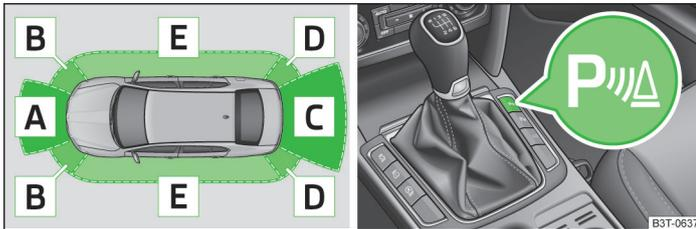

Abb. 136 Einparkhilfe: Reichweite der Sensoren / Taste der Einparkhilfe bei Fahrzeugen mit Sensoren hinten und vorn
- Wenn nach Aktivierung des Systems etwa 3 Sekunden lang ein Warnton ertönt und sich in der Fahrzeugnähe kein Hindernis befindet, dann liegt ein Systemfehler vor. Der Fehler wird zusätzlich durch das Blinken des Symbols  in der Taste  » Abb. 136 auf Seite 155 signalisiert. Den Fehler von einem Fachbetrieb beheben lassen.
Bereich » Abb. 136	Reichweite der Sensoren ^{a)}
Das System wird automatisch beim Einlegen des Rückwärtsgangs oder durch Drücken der Symboltaste » Abb. 136 aktiviert. In der Taste leuchtet das Symbol auf, die Aktivierung wird durch ein kurzes akustisches Signal bestätigt.
Bei Fahrzeugen mit werkseitig eingebauter Anhängervorrichtung sind bei Anhängerbetrieb nur die Bereiche A und B » Abb. 136 des Systems aktiv. ■